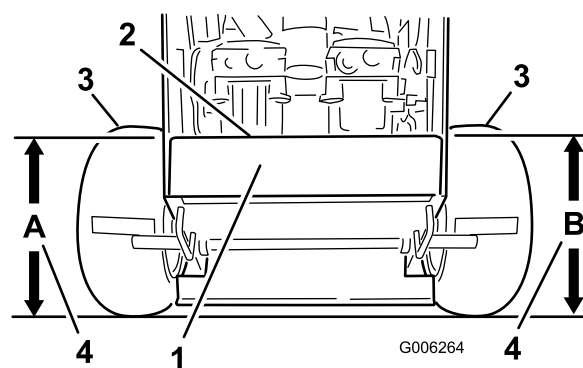

Figura 56
- Misurate l'altezza della scocca del motore al punto **A** (Figura 56).
- Misurate l'altezza della scocca del motore al punto **B** (Figura 56).